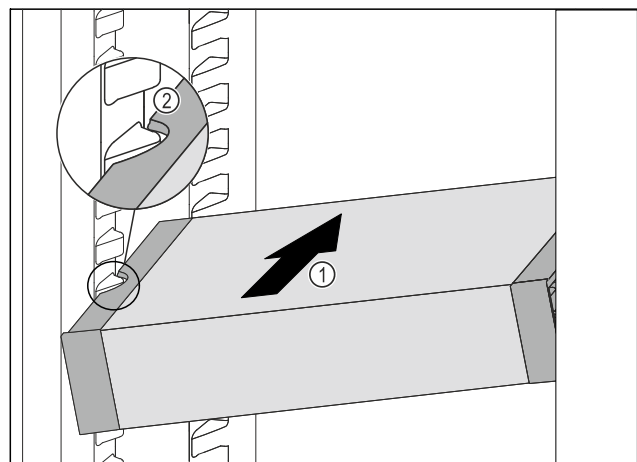

Fig. 71
- Insérer le VarioSafe en biais dans la partie réfrigérateur Fig. 71 (1) jusqu'à ce que les encoches latérales Fig. 71 (2) du VarioSafe se trouvent à la hauteur de la nervure du bac dans la partie réfrigérateur.